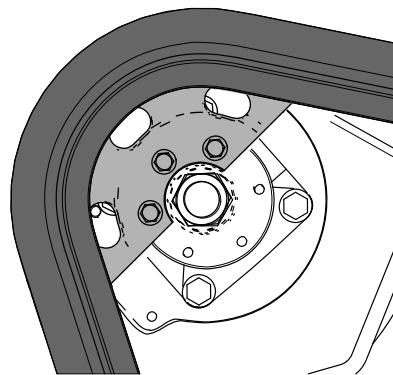

Figura 64
17. Deplasai maneta de traciune în față până când jumătatea pinionului de antrenare se cuplează la enilă (Figura 64).